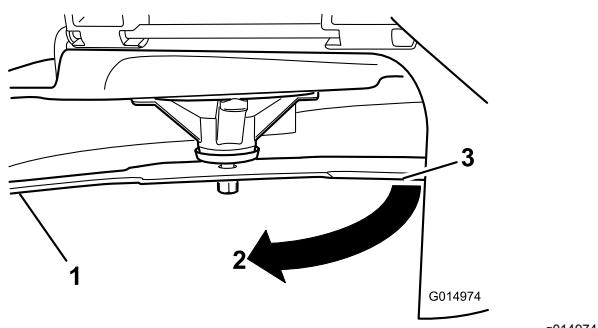

Figure 51
3. Mesurez la distance entre la lame et la surface (A)
4. Tournez la même lame de 180 degrés pour amener l'autre tranchant à la même position (Figure 51).